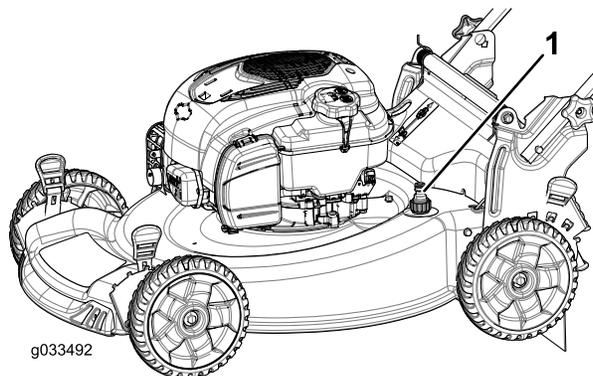

Рисунок 34
5. Присоедините садовый шланг, подключенный к источнику воды, к промывочному отверстию в корпусе (Рисунок 34).